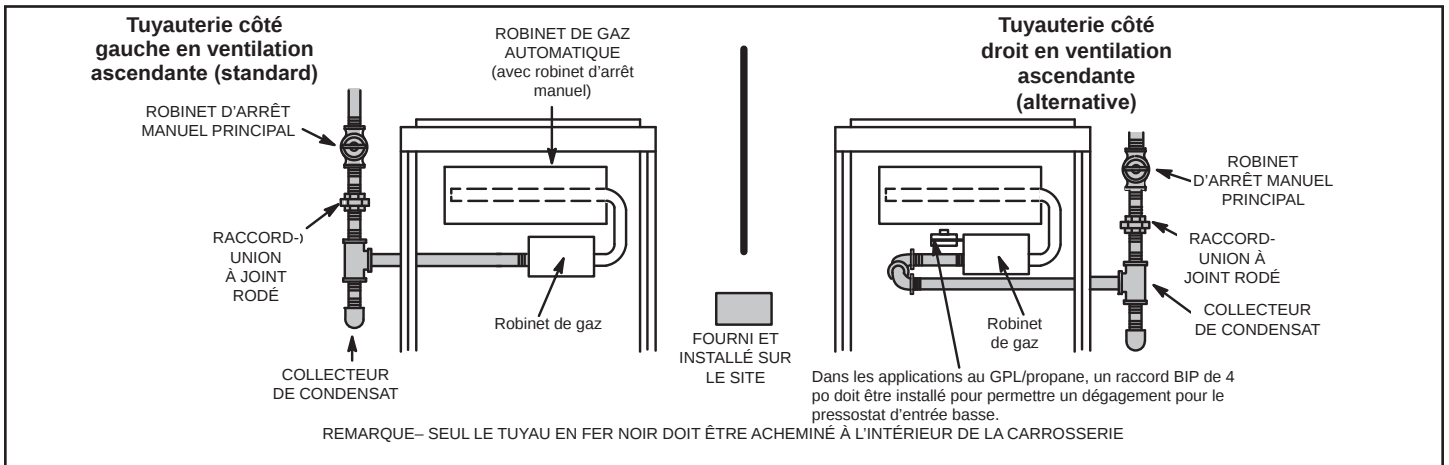

Figure 39. Applications de ventilation ascendante
1. Le tuyau de gaz peut être acheminé dans l'appareil par le côté gauche ou droit dans les applications ascendantes, et par le haut ou le bas dans les applications horizontales. Le tuyau d'alimentation pénètre dans le robinet de gaz par le côté comme illustré aux Figures 39 et 40.
3. Le tuyau de gaz ne doit pas passer dans ou à travers les conduits d'air, les vide-linge, les cheminées ou les événements de gaz, les monte-plats ou les puits d'ascenseur. Centrez le tuyau de gaz à travers l'orifice de la tuyauterie. Le tuyau de gaz ne doit pas toucher le côté de l'appareil. Voyez les Figures 39 et 40.